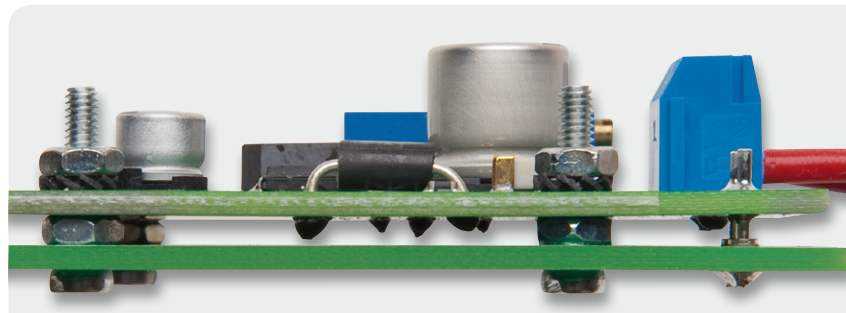

Bild 6: Die Befestigung des SDW 35 mit Kontermuttern
Buchsenplan auf der Leiterplatte aufliegen, um die mechanische Belastung der Lötstellen zu minimieren. Soll das optionale Schaltreglermodul SDW 35 eingesetzt werden, sind nun noch die Lötstifte ST1 und ST2 zu bestücken. Das SDW 35 wird laut zugehöriger Bauanleitung bestückt, wobei die Klemmen KL1 (UE) und KL2 des SDW 35 weggelassen werden. Die beiliegenden Schrauben werden von unten durch die Leiterplatte gesteckt und mit einer Mutter gekontert (Bild 6). Die Mutter dient zusätzlich als Abstandshalter für das SDW-35-Modul. Nun kann das Modul auf die Platine des PoE-S gesteckt und die Lötstifte mit den Anschluss pads der Klemme KL1 (SDW 35) verlötet werden.